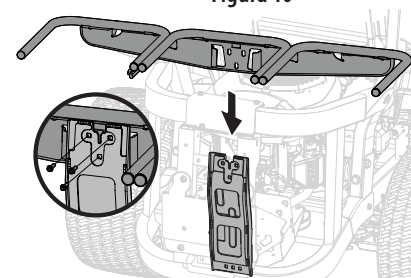

Figura 11
1. Coloque y sujete el conjunto del colgador (683-04498B) en la ménsula de soporte vertical usando tres pernos de carro (710-0276), tres arandelas de cubeta (736-0242) y tres tuercas de seguridad con brida (712-04063) del paquete de herrajes 689-02619. Consulte la Figura 11.